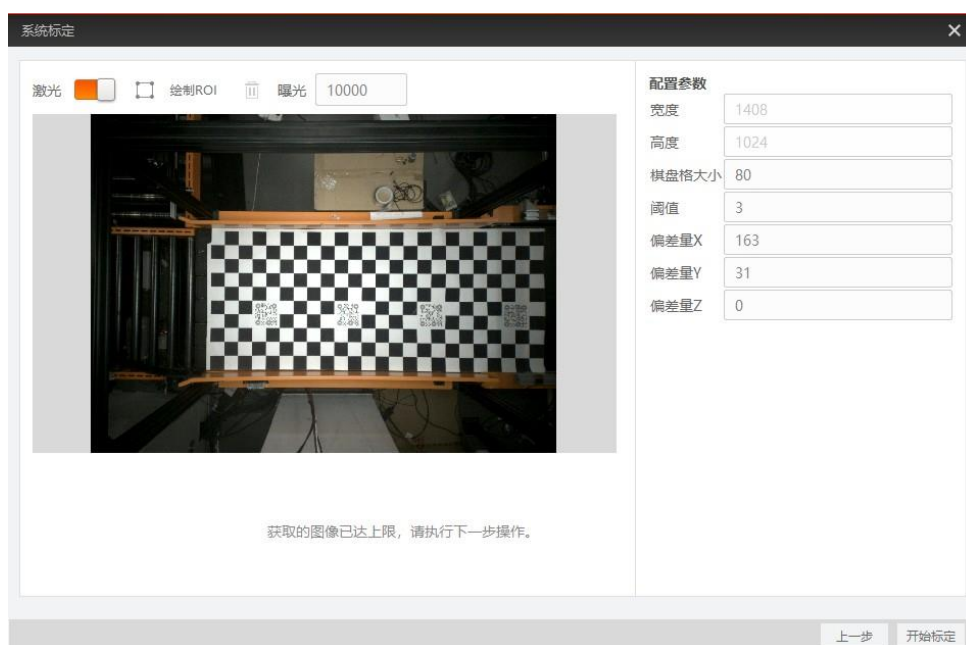

图5-2 设置配置参数
7. 根据实际使用的标定板规格填写配置参数，如图 5-2 所示。